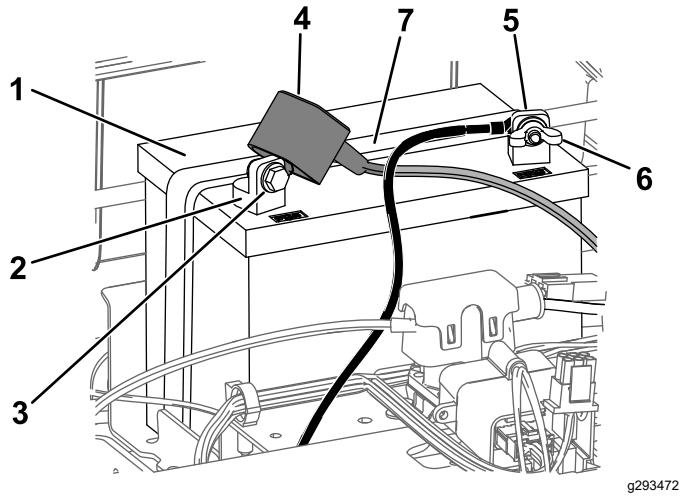

Bild 48
- Klemmen Sie das Minuskabel (schwarz) vom Batteriepol ab (Bild 48).
6. Klemmen Sie das Pluskabel (Rot) vom Batteriepol ab (Bild 48).
7. Nehmen Sie die Batterieklemme ab (Bild 48) und heben Sie die Batterie aus dem Batteriefach heraus.
1. Setzen Sie die Batterie in das Fach (Bild 48).
5. Befestigen Sie die Batterie mit der Befestigung (Bild 48).